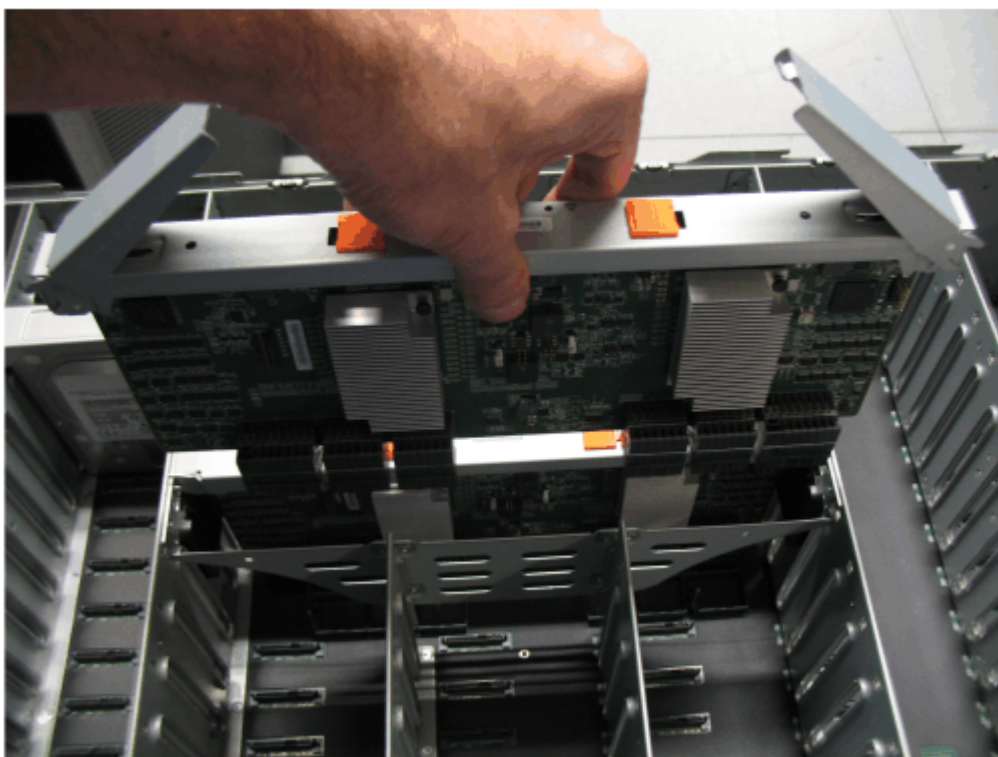

Figura 89. Substitua o módulo do expensor secundário
4. Alinhe as bordas do módulo do expensor secundário cuidadosamente no slot da guia no gabinete, conforme mostrado em Figura 89 na página 77.